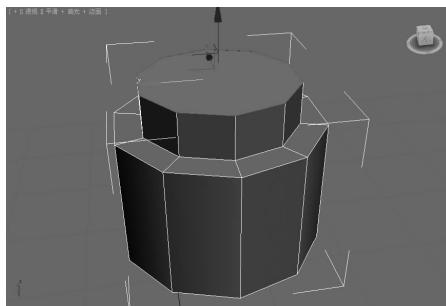

图 5-90 挤出顶部的多边形▲
(6)选中圆柱体的顶面，在“编辑多边形”卷展栏中单击“插入”按钮右边的 \square 按钮，弹出“插入多边形”对话框，设置“插入量”为 0.85，单击“确定”按钮，继续单击“挤出”按钮右边的 \square 按钮，弹出“挤出多边形”对话框，设置“挤出高度”为 1.4，单击“确定”按钮，效果如图 5-90 所示。